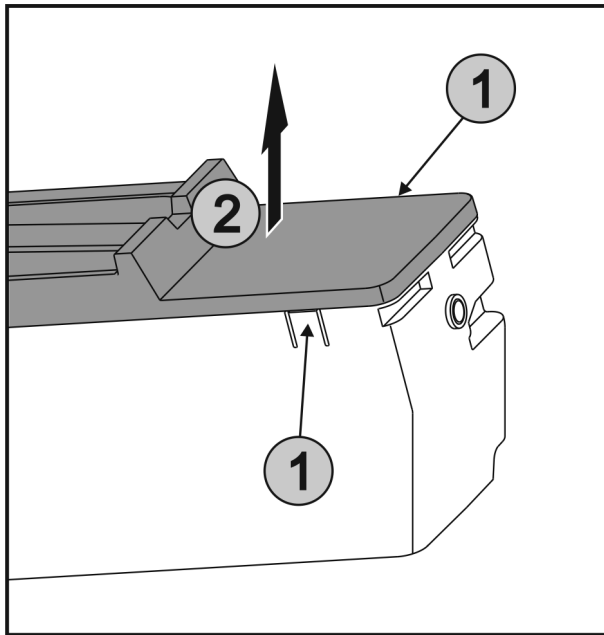

Fig. 56
- ▶ Súčasne stlačte spony Fig. 56 (1) na oboch stranách EasyTwist-Ice a odoberte kryt Fig. 56 (2) nahor.